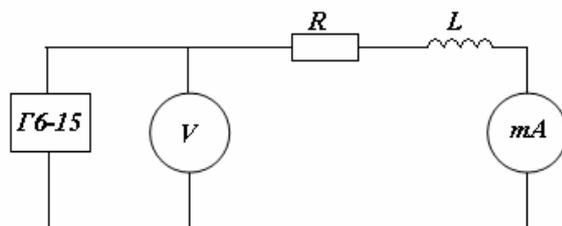

Рис. 5
1. Определить параметры  $R_k$  и  $L_k$  первой и второй катушек по опытным данным, собрав для этой цели схему (рис.5).